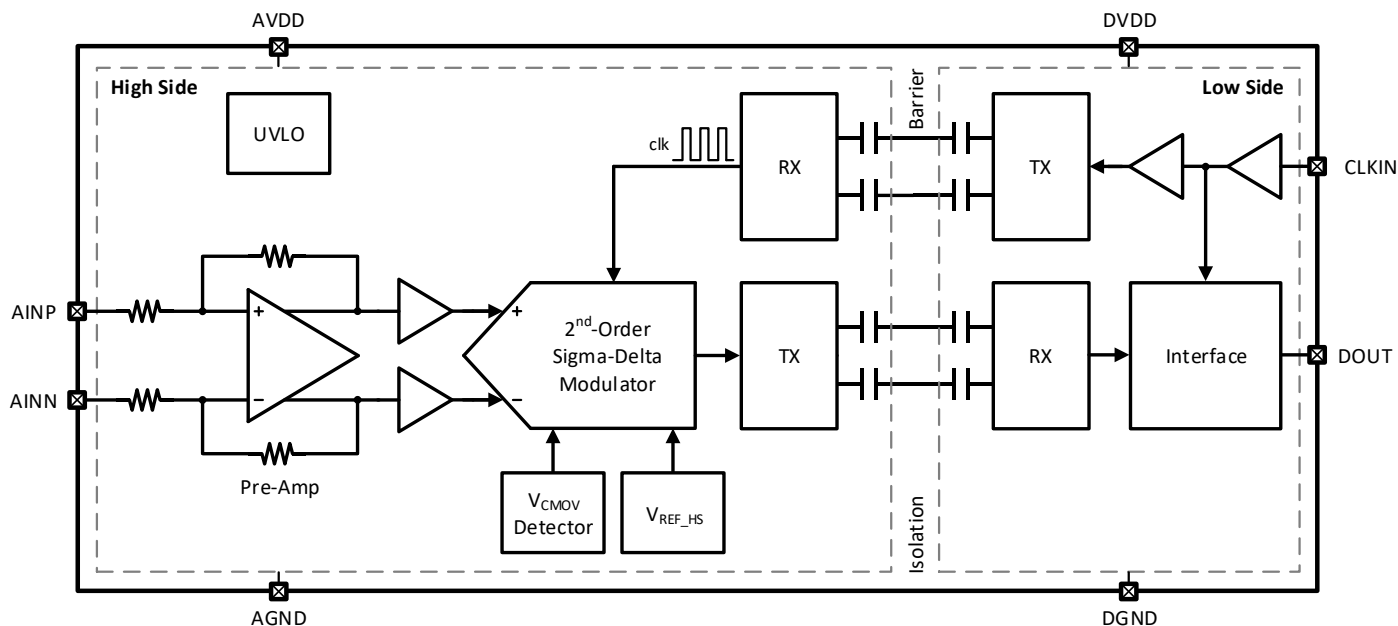

图 8-1 CA-IS1306x 功能框图
CA-IS1306x 器件是一系列为基于分流电阻的电流检测而优化的高精度隔离式 Sigma-Delta ( $\Sigma\Delta$ ) 调制器。功能框图如图 8-1 所示。在高边，全差分运放先对分流电阻上的压降预放大然后驱动二阶 Sigma-Delta ( $\Sigma\Delta$ ) 调制器。该调制器将模拟信号转换成 1 位的数字位流。为了在基于二氧化硅的隔离层的信号传输，数字位流通过使用简单的开关键控 (OOK) 调制方案和高频载波进一步调制。接收机 (RX) 在低边将接收到的调制信号恢复成原始的数字位流。为了整个芯片的同步，外部时钟被发送回高边，确保所有的时钟同源。输出位流与外部时钟在 CLKIN 引脚处同步。在额定输入范围内，串行位流中 1 的密度和模拟输入电压幅度成正比 (详见数字输出和编码小节)。外部时钟输入有助于在系统层面的多通道电流检测的同步。